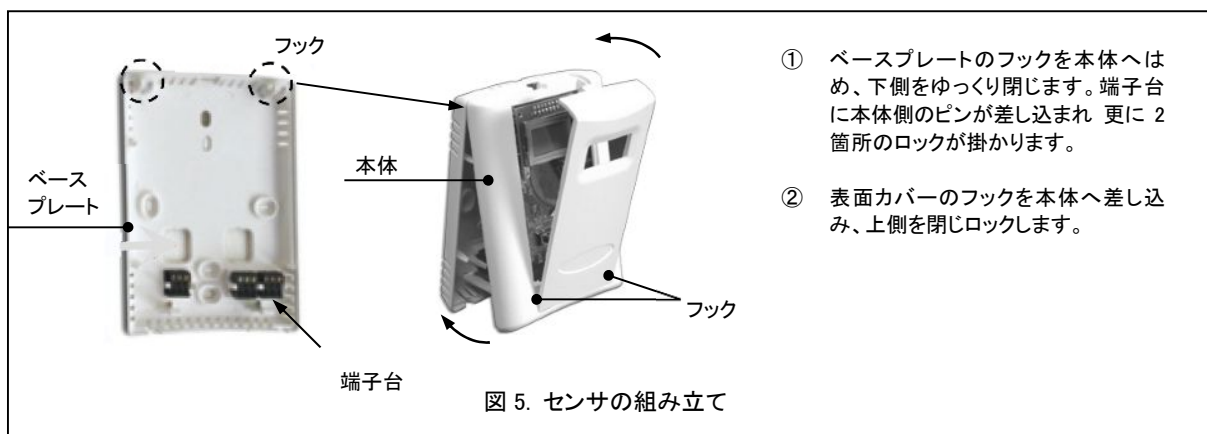

図 5. センサの組み立て
- 4) センサー本体の組付 図 5 に従い慎重にかみ合わせながら押し込みます。